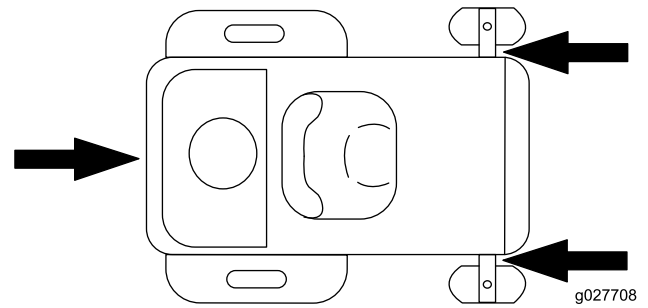

Figure 31
5. Arrimez la machine près des roues pivotantes avant et du pare-chocs arrière (Figure 31).